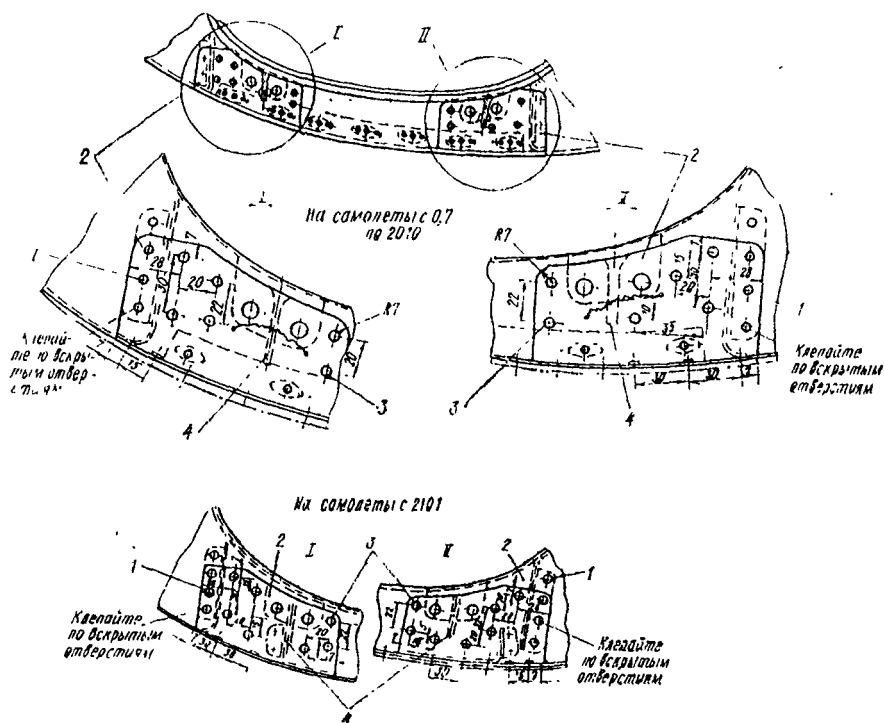

Рис. 4.20. Ремонт нижней крышки капота в месте установки узла механизма заслонки маслорадиатора:
1. При обнаружении трещин в местах постановки узлов механизма заслонки маслорадиатора снимите узлы крепления заслонки и произведите ремонт согласно рис. 4.20. Концы трещины засверлите сверлом $\varnothing 5$ мм.